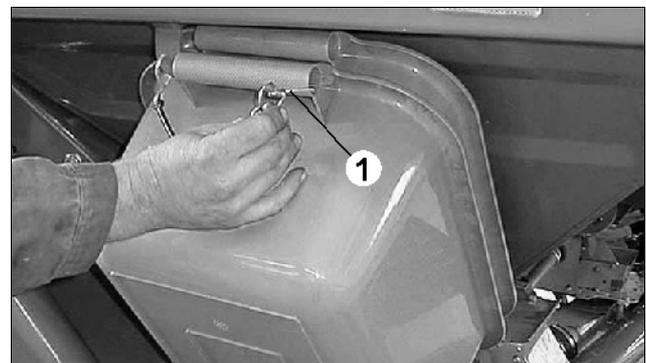

Fig. 68
Die Auffangbehälter (Fig. 68/3) stecken in einer Halterung und sind mit einem Klappstecker (Fig. 68/1) gesichert.
- Auffangbehälter (Fig. 68) an der Halterung befestigen und mit einem Klappstecker sichern